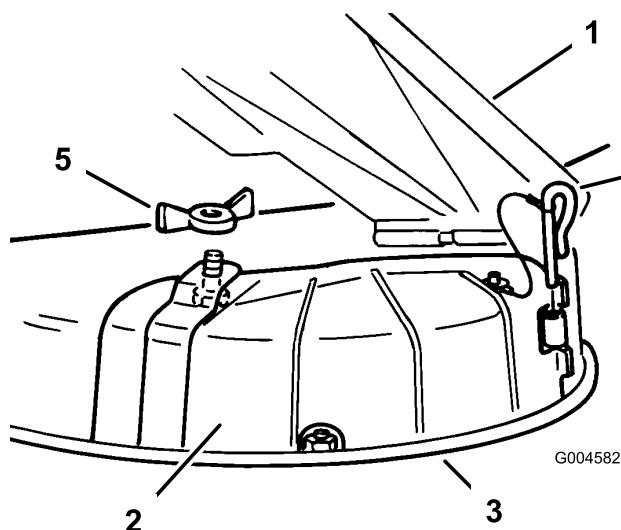

Bild 17
Sie die Abdeckung gleichzeitig in das vordere Scharnier stecken (Bild 17).
4. Schieben Sie den Scharnierstift durch das Scharnier (Bild 17).
5. Befestigen Sie die Auswurftülle mit der Flügelmutter am Mähwerk (Bild 17).